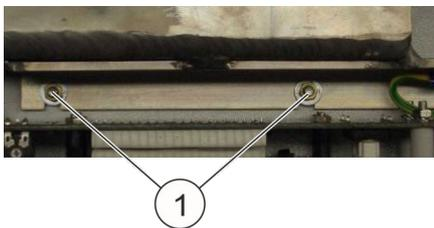

Abb. 54: Tankbefestigung
11. ▶ M3-Muttern (Abb. 54/1) der Tankbefestigung mit einem 5,5 mm Steckschlüssel entfernen.